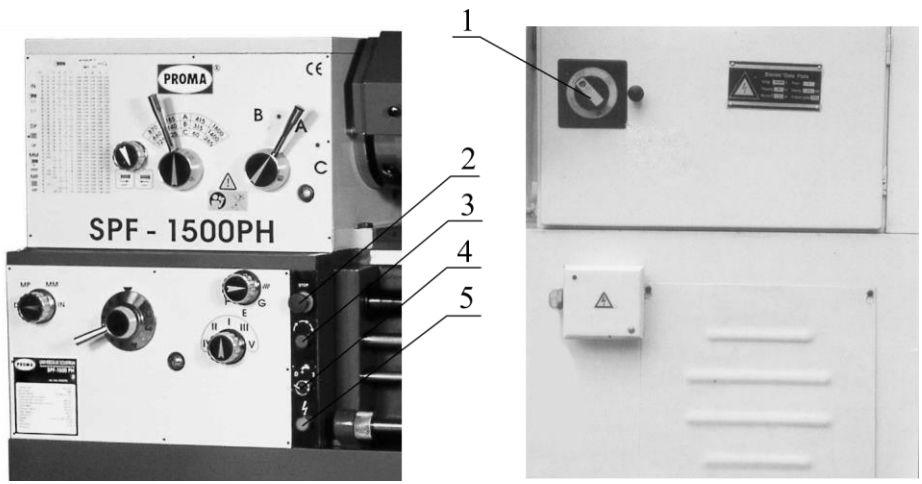

Рисунок 6.
**Электрические органы управления (см. рис. 6).**
**Внимание! – Все рукоятки переключать при выключенном вращении шпинделя. При затруднении включения нажмите кнопку кратковременного включения электродвигателя (3 рис. 6). При включении рукоятки обращайте внимание на четкую фиксацию рукоятки в данном положении!**
Подключите станок к электросети. Включите вводный выключатель. Контрольная лампочка 5 (рис.6) должна загореться. Станок считается правильно подключенным к электропитанию, если при нажатии рукоятки включения оборотов шпинделя вверх шпиндель начинает вращаться по часовой стрелке (смотреть со стороны задней бабки). Если патрон вращается в направлении против часовой стрелки, отключите станок от источника электропитания, переключите любые два провода питания (кроме провода заземления желто-зеленого цвета) и снова подключите станок.